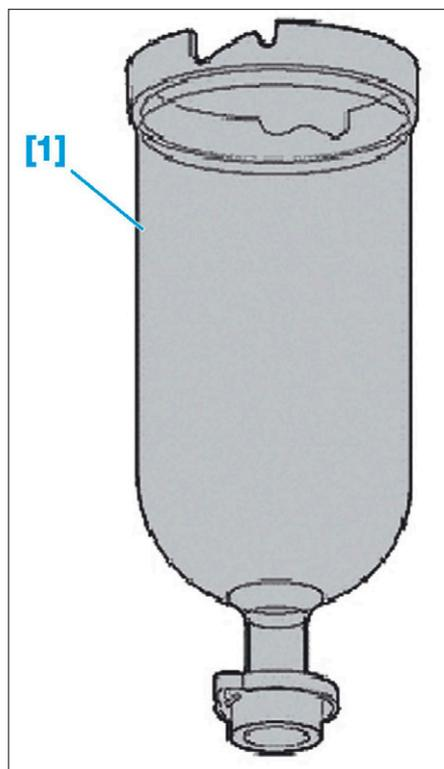

FIG. 31
- [1]. Cylindre de charge muni de sa tige d'obturation (réf : 4520-T) (Fig.31).